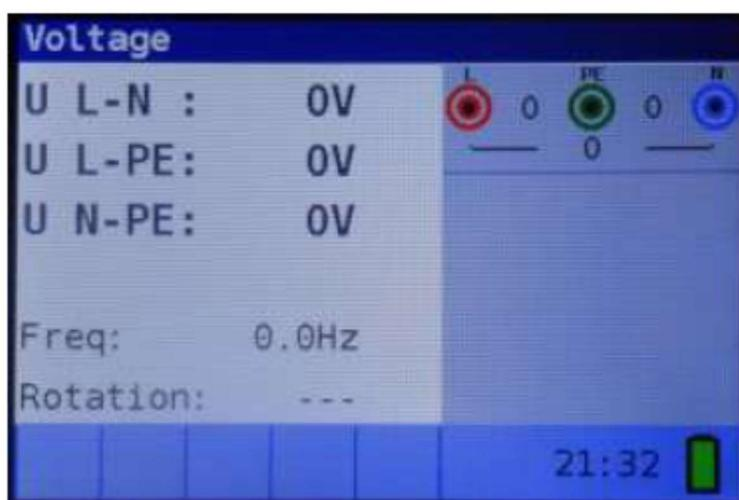

Figure 5-36: Menu de test de rotation de phase
**Étape 2** Connectez les cordons de test appropriés à l'appareil et suivez le schéma de connexion indiqué dans la figure 5.36 pour effectuer une mesure d'impédance de ligne phase-neutre ou phase-phase.